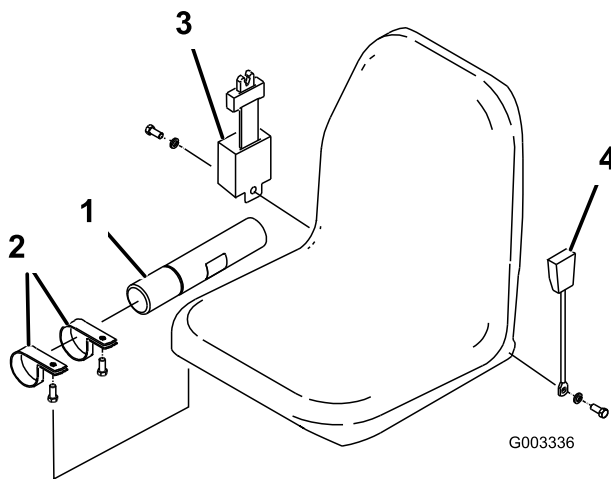

図 3
1. Rクランプ (付属部品; 2個) を使用して、マニュアル保管チューブをシート・サスペンションに取り付ける (図 3)。
2. ボルトとロック・ワッシャ (付属部品) を使用して、運転席両側にシートベルトを取り付ける (図 3)。シートベル